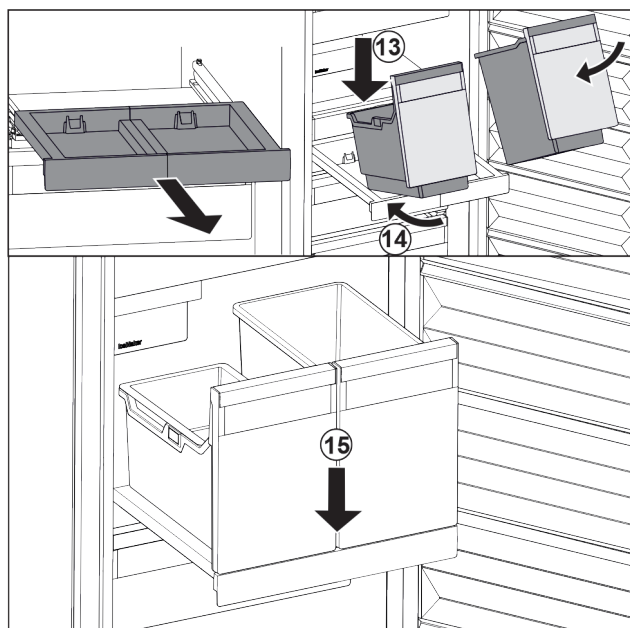

Fig. 145
- 将容器斜放在拉出式搁板上。 Fig. 145 (13)
- 将容器斜着向后推入。 Fig. 145 (14)
- 放下容器前部。 Fig. 145 (15)